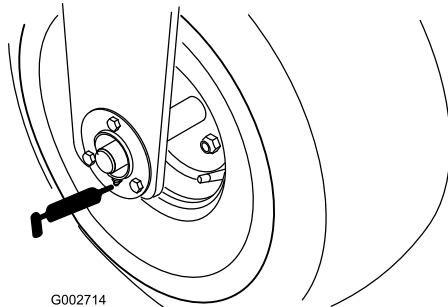

Figure 23
- Roulement de roue avant (1) (Figure 23)